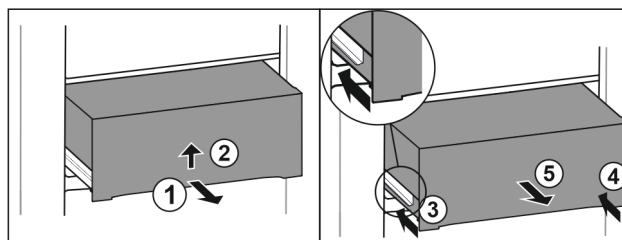

Fig. 48
- Zásuvku napůl vytáhněte. Fig. 48 (1)
- Zvedněte zásuvku na spodní straně. Fig. 48 (2)
- Zasuňte levou kolejničku. Fig. 48 (3)
- Zasuňte pravou kolejničku. Fig. 48 (4)
- Vyjměte zásuvku dopředu. Fig. 48 (5)